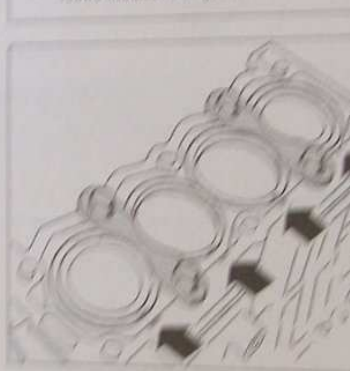
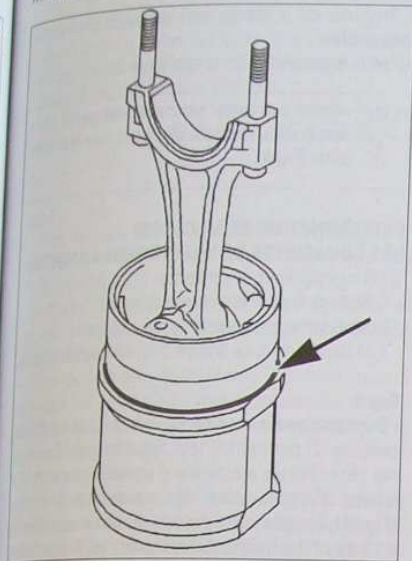

FIG. 53
FIG. 55
8. Monter les segments huileux sur les pistons en commençant par le segment racleur puis celui d'assemblage (après avoir versé le huile) et enfin le segment coupe de feu (Fig. 55).
monter un joint d'embase neuf sur chaque chemise (Fig.55).
S'assurer que les joints d'embase ne soient pas vrillés (Fig.55), que le repère sur les têtes de pistons (Fig.9) soit orienté vers la distribution et que ceux des chemises soient alignés avec ceux du carter-cylindres (Fig.53).
mettre en place les brides de maintien des chemises (outils Citroën 81132-T.A1.) munies de vis M10 x 1,5 et de 40 mm de longueur (Fig.53).